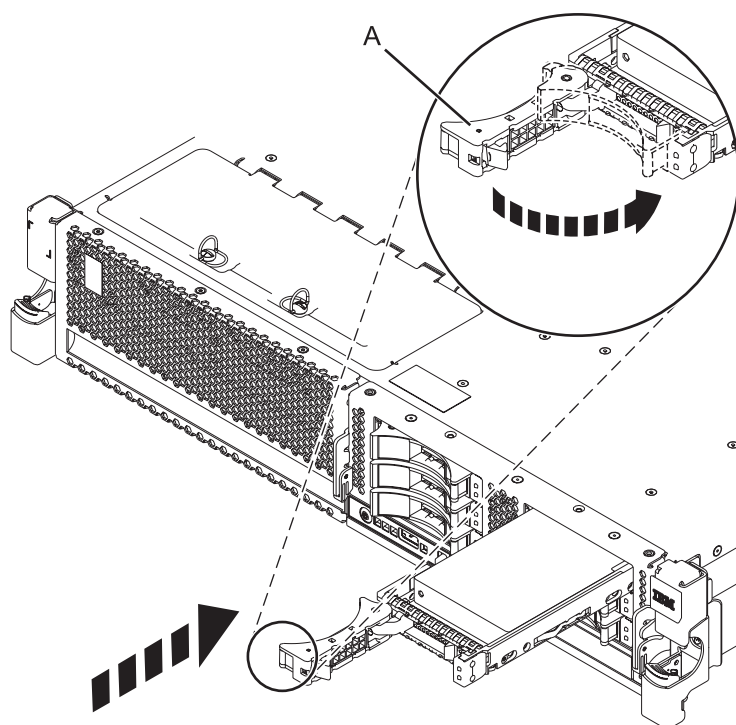

Figura 6. Instal·lació de la unitat al sistema
4. Moveu la unitat fins al fons de la unitat del sistema o de la unitat d'expansió i empenyeu la nansa de la unitat (A) cap a dins fins que quedi encaixada, com es mostra a la Figura 6.